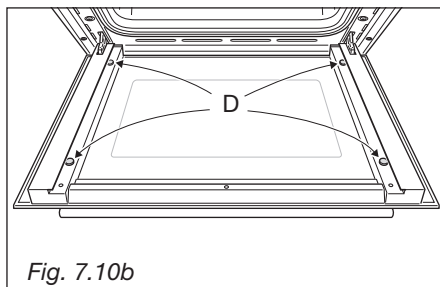

Fig. 7.10b
- Vérifiez que les quatre patins en caoutchouc sont en place **D** sur la fig. 7.10b.